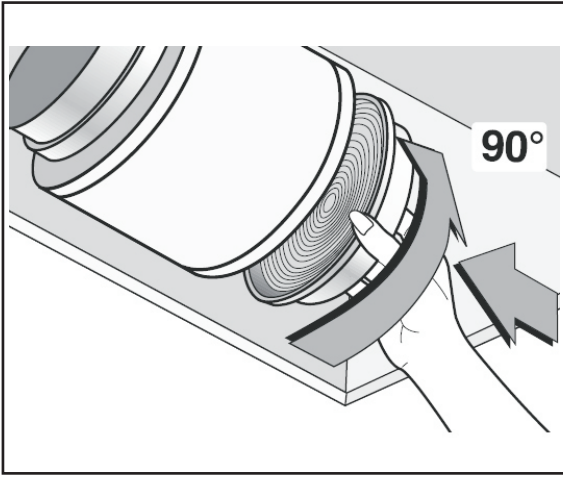

Fig.6
- Si en su instalación no dispone de agujero de descarga al exterior, deberemos solicitar al vendedor los **dos filtros de carbón activo circulares**, los cuales son contemplados como accesorio y no están incluidos de serie. Para el montaje de los mismos, véase **(Fig.6)**.